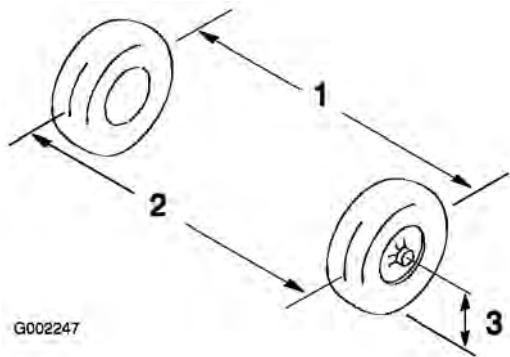

図 50
2. 前輪の前と後ろで、左右のタイヤの中央線間距離を測る；計測はアクスルの高さで行う（図 50）。